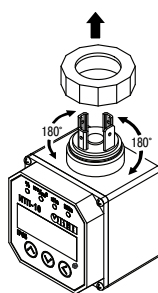

Рисунок 8 – Разворот вилки
- для удобного расположения вилки кабеля питания следует частично отвернуть гайку крепления вилки на верхней части прибора и развернуть вилку на требуемый угол, затем затянуть гайку (см. *рисунок 8*).